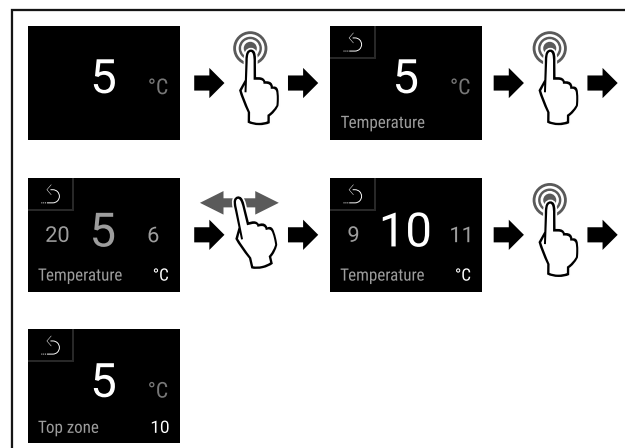

Fig. 67
- ▶ Wykonać czynności (patrz Fig. 67).